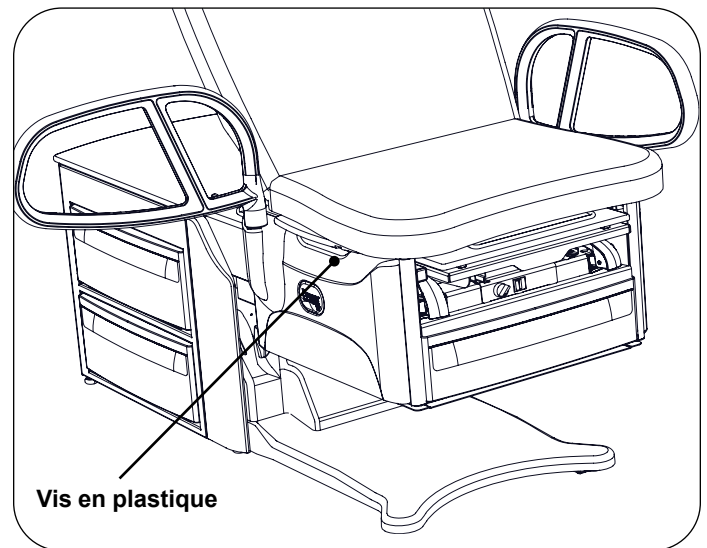

Figure 39. Emplacement de la vis de butée en plastique blanc
2. Retirer la vis (Figure 39).